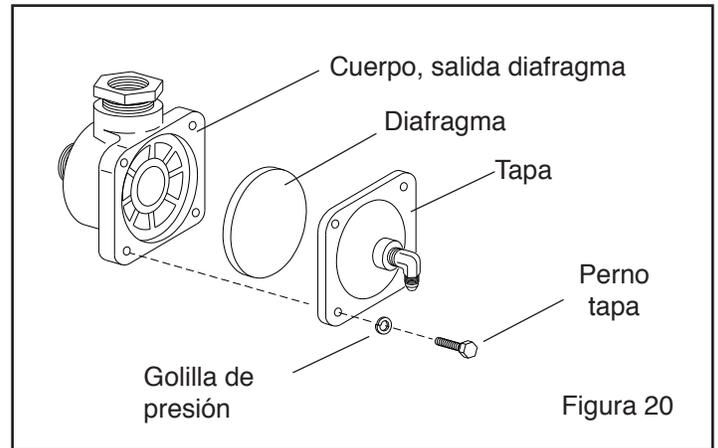

Figura 20
6.5 Diafragma de Valvula de Salida - Figura 20